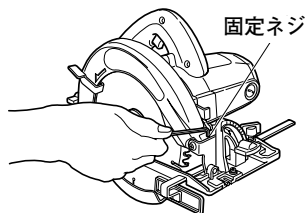
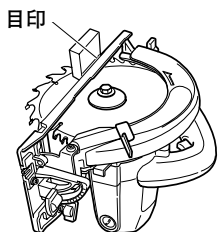

図 8
図 9
- (1) ソーカバーヒンジ部の固定ネジをゆるめます。(図8)
- (2) 保護カバーをソーカバーの中に引き込めます。
- (3) のこ刃のベース後方側に木片を当て、ベース側面位置に目印を付けます。(図9)